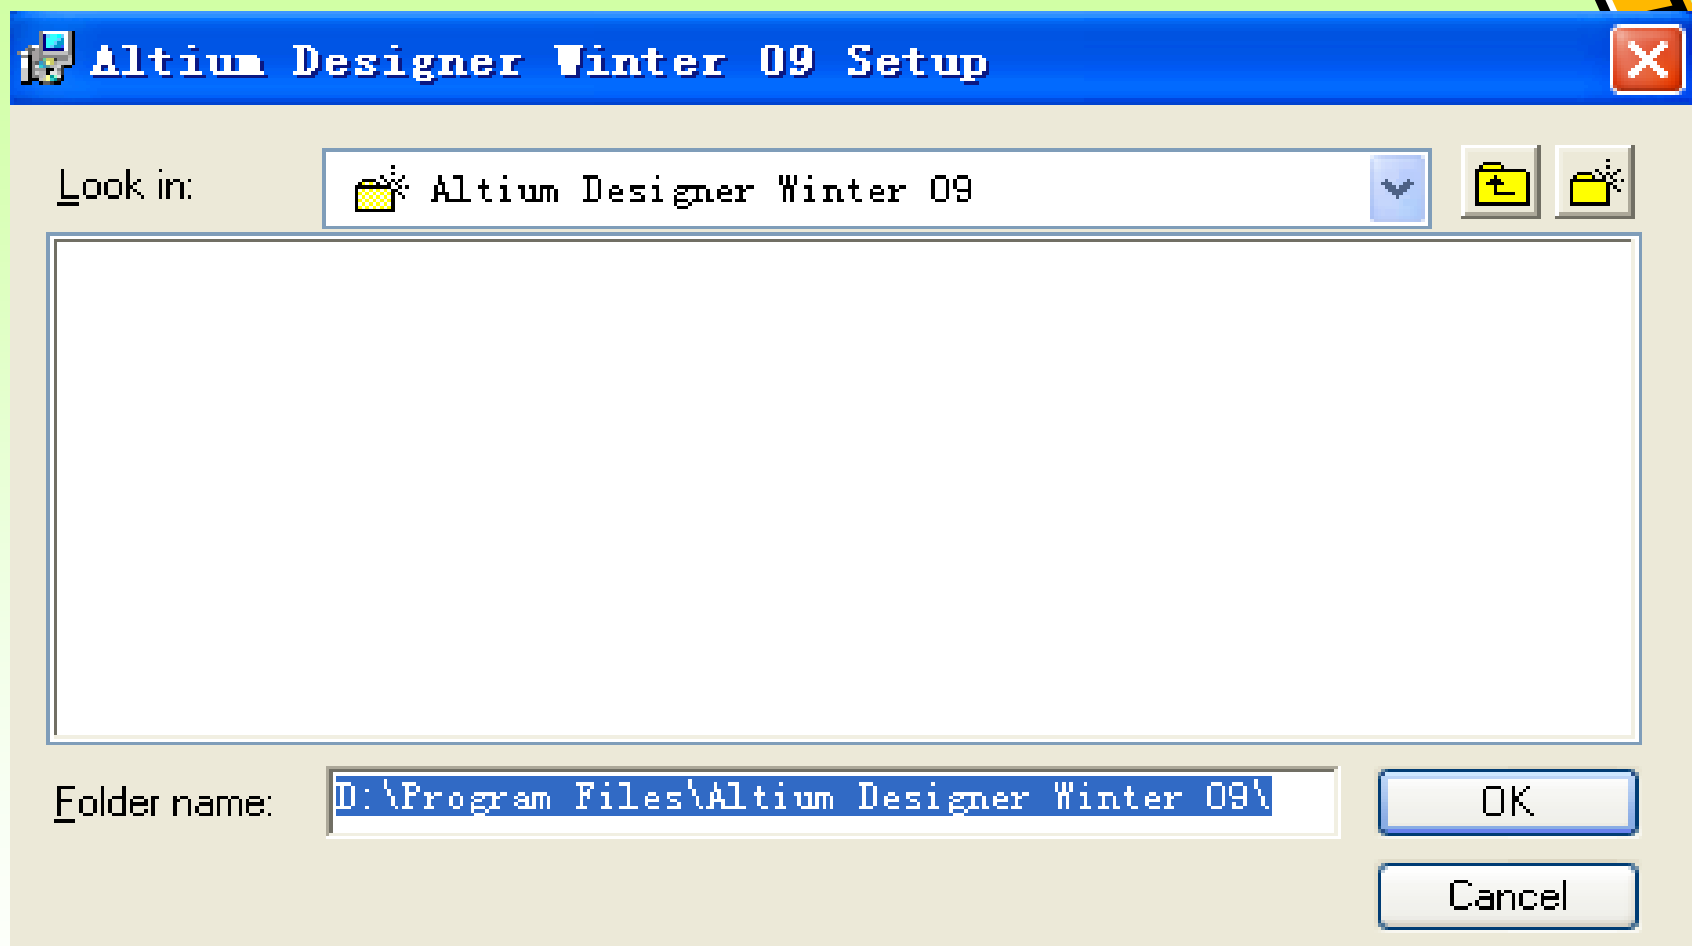

图1-6 安装路径对话框
(6) 在“Destination Folder”视图“Destination Folder”区域显示了即将安装Altium Designer Winter 09的安装路径，若想更改安装路径，单击“Browse”按钮，打开如图1-6所示的安装路径选择对话框。